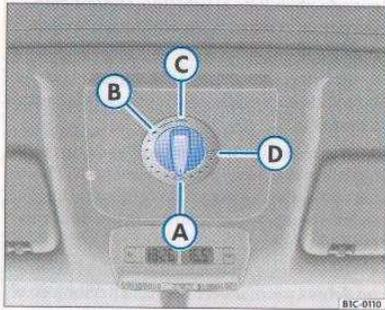

Fig. 16 Guarnecido del techo: mando giratorio del techo corredizo y deflector
– Gire el mando a la posición ⇒ fig. 16 B. El techo se abre hasta la posición de confort, en la cual se reducen al máximo los ruidos.